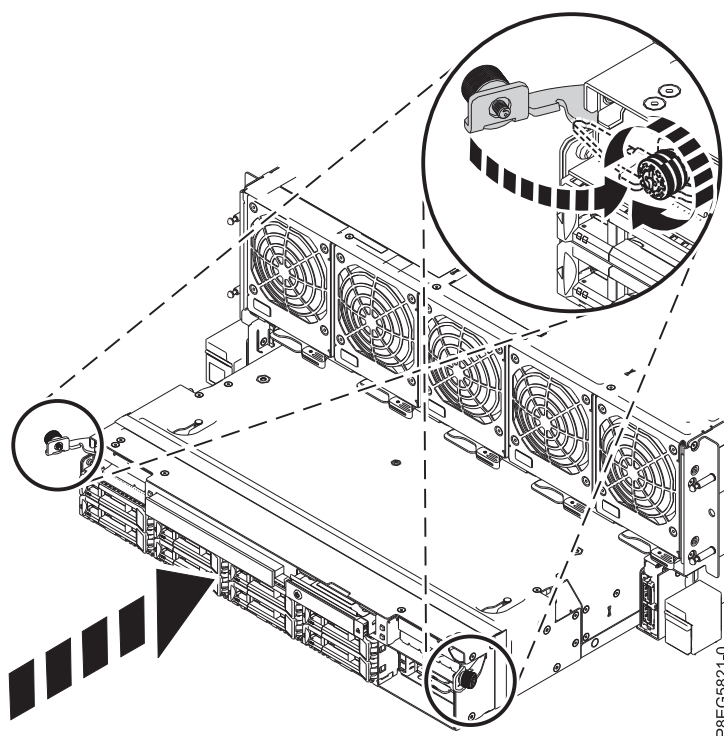

Figura 14. Substituindo o painel traseiro da unidade de disco na frente do chassi do sistema
3. Pressione as travas e aperte os parafusos de aperto manual, conforme mostrado em Figura 14.